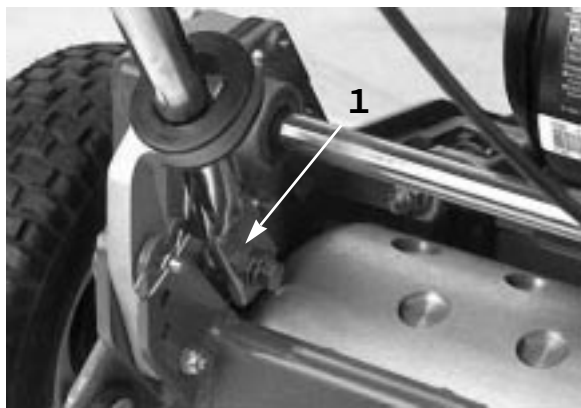

図 2
5. ハンドル端を内側に折りながら、取り付けピンに通す (図2)。
6. 取り外しておいたキャップスクリュ、ワッシャ、ロックワッシャで、ハンドル端部を固定する (図2)。
7. 次に、ハンドル・アームの下部を固定する。先程外したキャップスクリュとロックナットを使用する (図2)。ハンドル・アーム取り付け穴にブッシュを入れるのを忘れないこと。
8. 先程外しておいたコッターピンとリングピンで、ハンドル・アームをフレーム後部に固定する (図2)。